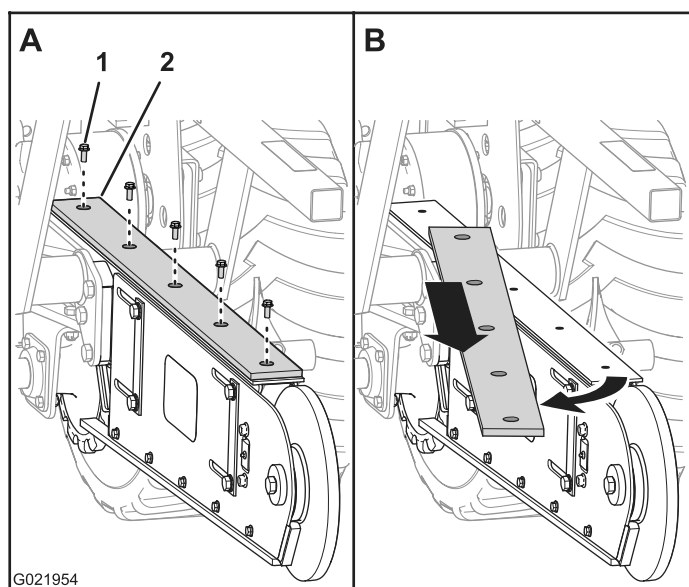

Figure 39
3. Retirez les 5 boulons qui fixent la bande d'usure au sommet de l'élinde (Figure 39).
4. Déposez la bande d'usure (Figure 39).
7. Alignez les trous de la bande d'usure neuve sur les trous au sommet de l'élinde (Figure 39).
8. Fixez la bande d'usure au sommet de l'élinde au moyen des boulons retirés précédemment (Figure 39).